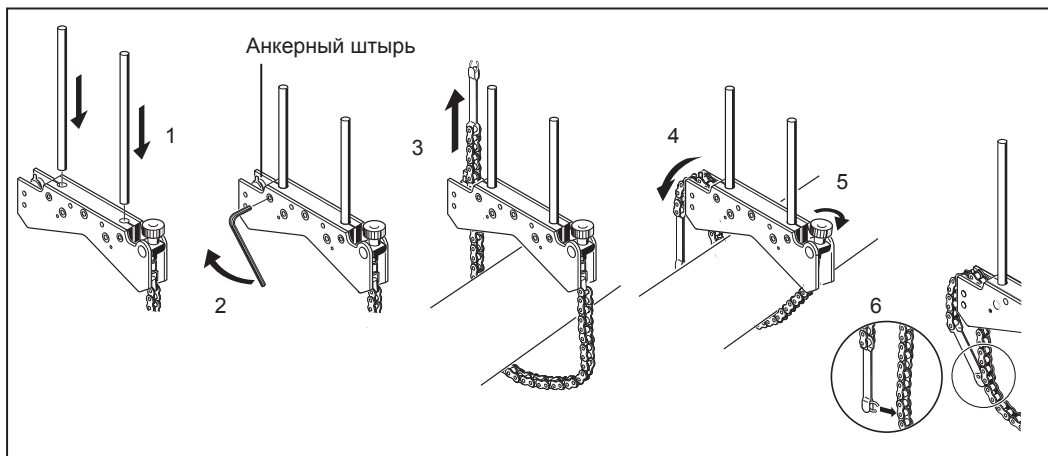

Рис. 7-1. Пошаговое описание монтажа скобы
3. Разместить скобу на валу или муфте. Обмотать цепь вокруг вала и провести ее на другую сторону скобы: Если вал меньше, чем ширина рамы скобы, вставить цепь изнутри скобы, как показано на рис. 7-1; если вал больше, чем ширина скобы, вставить цепь в раму снаружи.